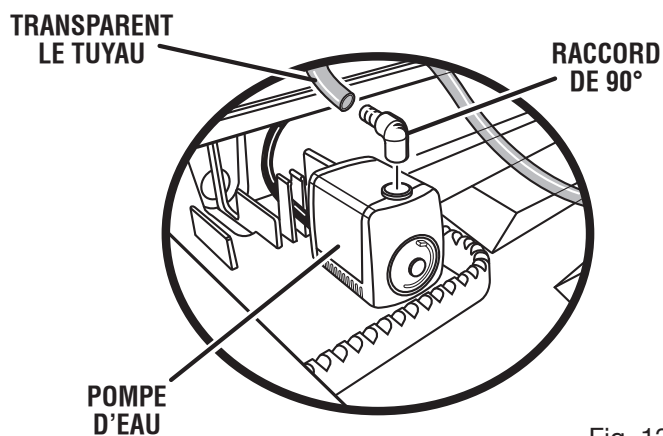

Fig. 13
- Positionner la pompe tel qu'indiqué à la figure 13, en plaçant l'extrémité pour tuyau flexible du raccord face à l'arrière du plateau.